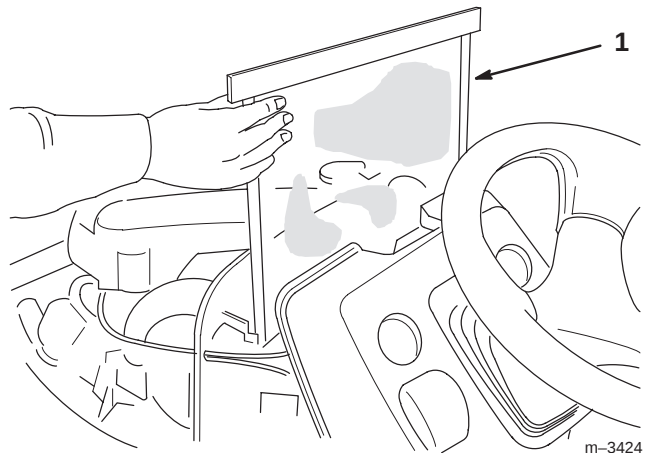

Bild 10
3. Das Kühlgitter (Bild 10) befindet sich zwischen dem Kühler und dem Armaturenbrett der Zugmaschine. Ziehen Sie es zum Entfernen aus seinem Halteschlitz heraus. Wischen oder waschen Sie alle Schmutzrückstände vom Gitter ab und bauen es wieder ein.